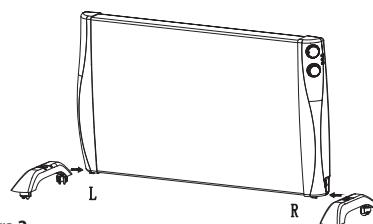

Figura 2
2. Fixați cele două picioare în partea de jos a radiatorului, verificați de două ori marcajul R și L (dreapta și stângă) (Figura 2).